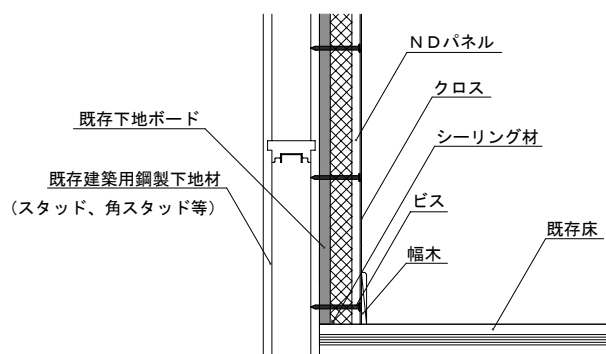

図 10 幅木を取り外した場合の壁下端納まり図（例）
④ 壁下端部納まり図（例）〔床一壁〕
- ・ 既存の幅木が外せる場合は、取り外して図 10 のように施工してください。